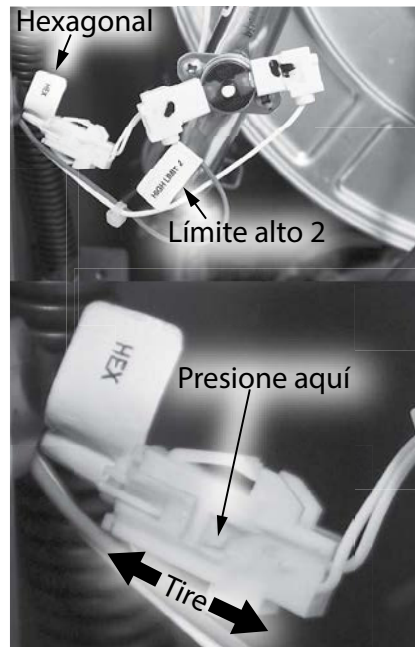

Figura 47 - Ubicación del segundo mazo de cables.
- 8** Ubique y desconecte los conductores del cable "HI LIMIT 2" (Límite alto 2) y el mazo de cables del termistor "HEX" (Intercambiador de calor) que se muestran en la Figura 47.